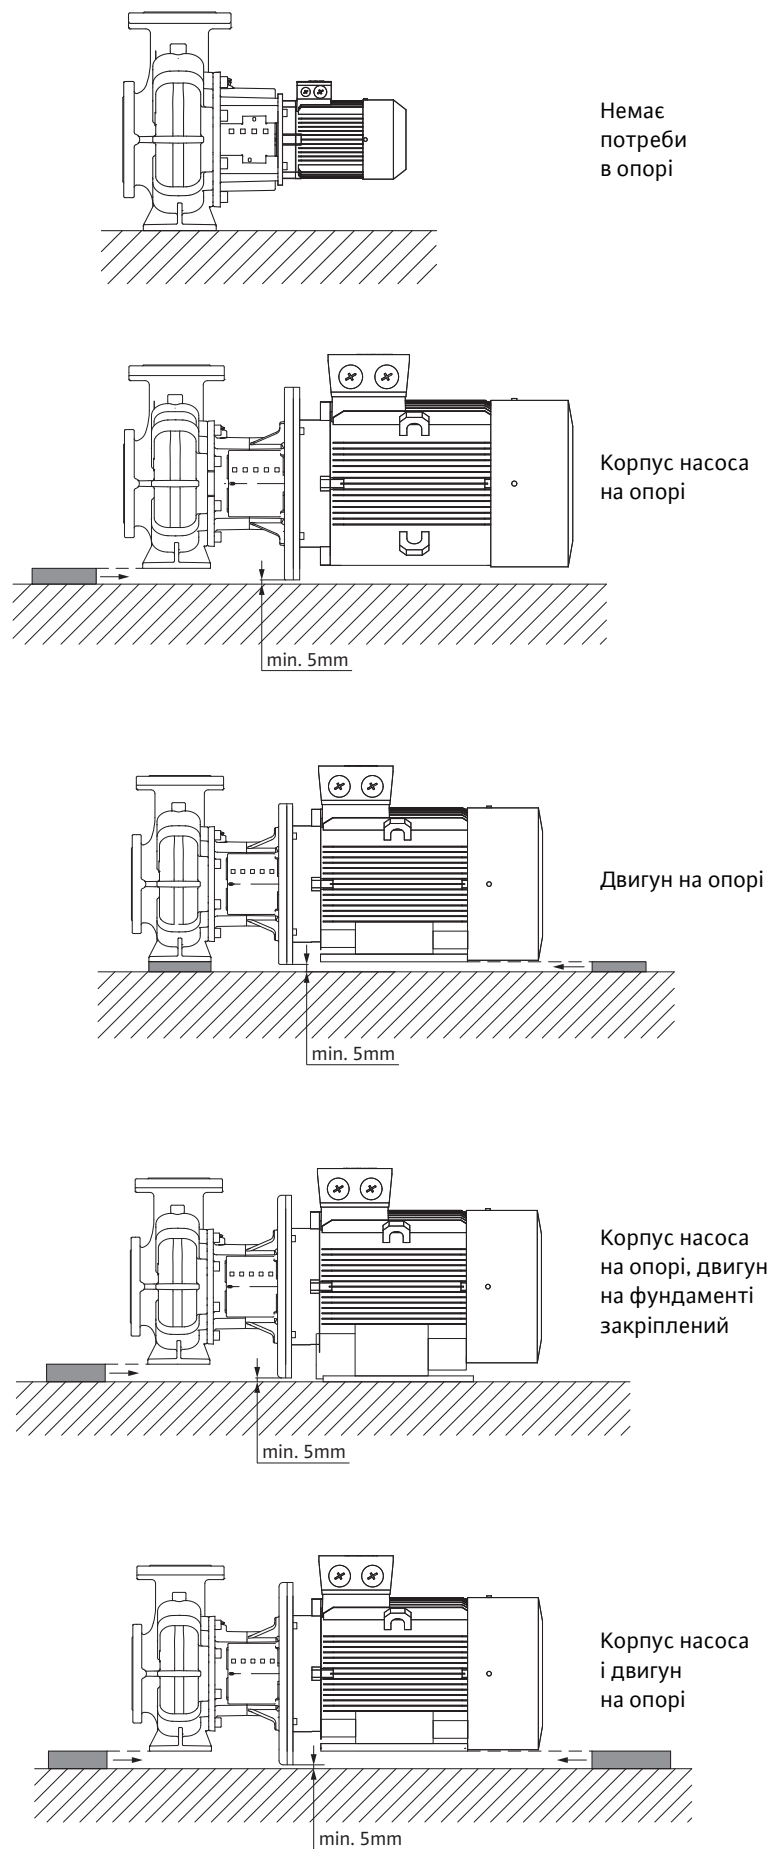

Fig. 40: Приклади установки ВЛ
- На насосах типу BL двигун з потужністю від 18,5 кВт потребує опори, див. приклади установки BL (Fig. 40).